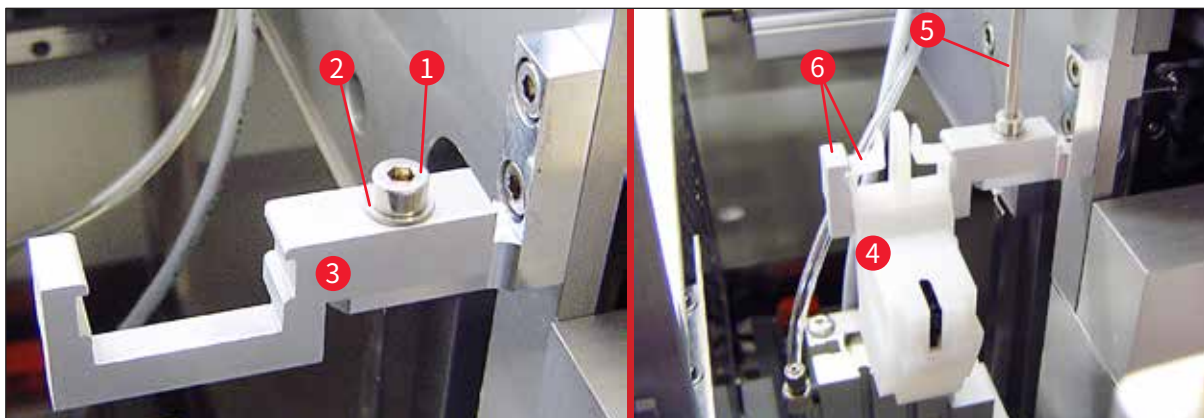

图 22
4. 将装配好的整个喷胶针清洁器 (→ 图 22-4) 插入到固定架中, 如 (→ 图 22) 所示。向下压, 确保两个侧装配夹 (→ 图 22-6) 卡入到托架的槽口中 (听到“咔嗒”声)。